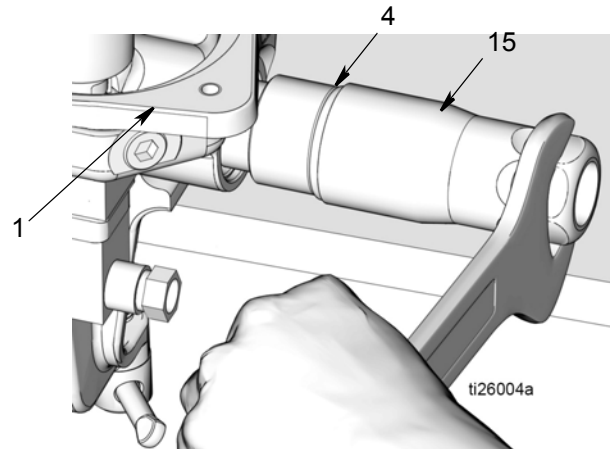

FIG. 23
- e. Deseche las juntas tóricas (7, 41) y la tuerca (5) según la normativa para una eliminación correcta
16. Saque la válvula de retención de salida (15) de la base de la bomba (1) (FIG. 23). Quite la junta tórica (4) de la válvula de retención de la salida. Deseche la junta tórica según la normativa para una eliminación adecuada.